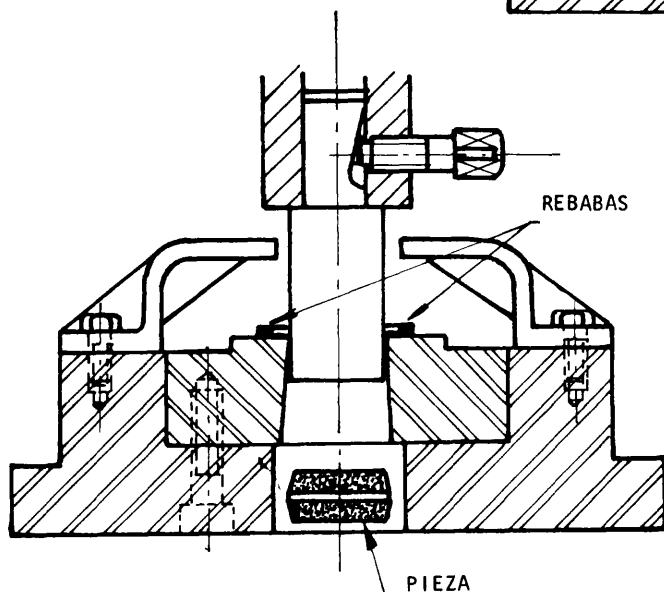

Fig. 2
- ☐ c Accione el dispositivo para que el punzón descienda (fig. 2).